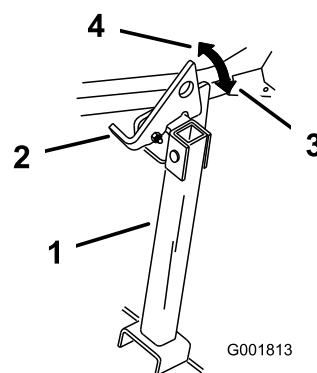

Bild 48
- Heben Sie den Riegel in die entsicherte Stellung an (Bild 48).